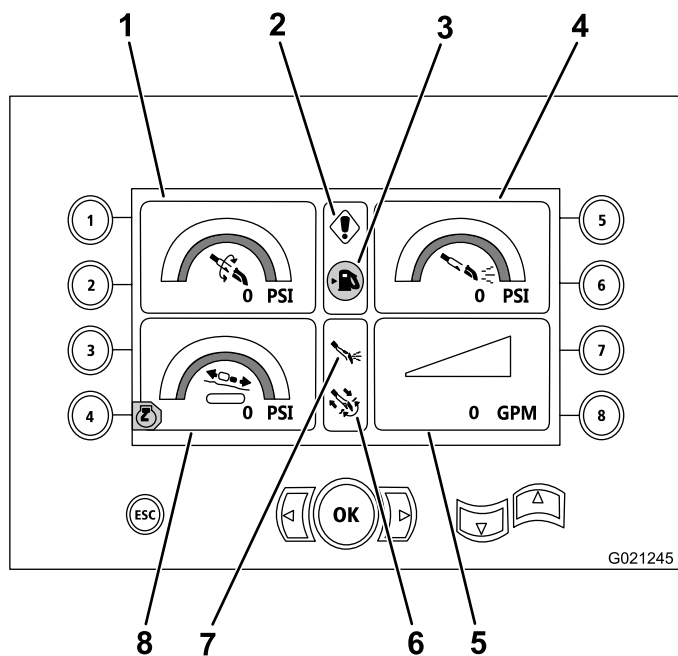

Figura 16
Esta tela exibe a pressão do conjunto rotativo em psi, a pressão do fluido de perfuração em psi, a pressão do sistema de translação em psi, e a vazão de fluido de perfuração em gpm (Figura 16).
- Aviso de código de erro de perfuração e/ou do motor (Figura 16)
- Aviso de baixo nível de combustível (Figura 16)
- Fluido de perfuração na posição Ligada (Figura 16)
- Perfuração automática na posição Ligada (Figura 16)